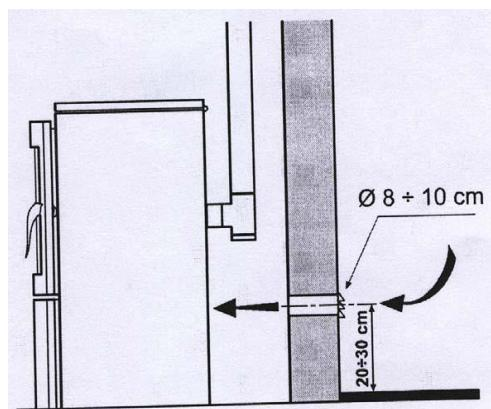

Figure 10: Minimum gaps for setting up ventilation grilles.
4.4 APPOINT D'AIR DE COMBUSTION (FIGURE 10)
- Tournez l'interrupteur à l'arrière du fourneau en position 1 (Figure 10).